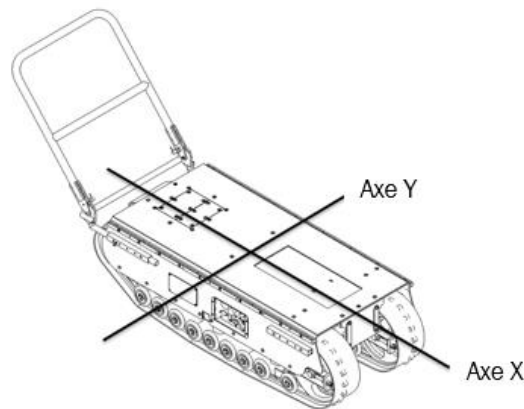

Figure 8 : Axes d'inclinaison
- Si la machine atteint un angle de 20° en montant sur une surface inclinée (inclinaison autour de l'axe Y, voir la Figure 8), elle diminuera automatiquement sa vitesse afin d'assurer la sécurité de l'opérateur et des personnes se trouvant dans la zone d'opération. Lorsque la machine est inclinée autour de l'axe de X, (voir la Figure 8), la vitesse de la machine diminuera graduellement à mesure que l'angle augmente, jusqu'à ce qu'il atteigne 15°. La vitesse sera alors à son minimum. Dans les deux cas, le voyant lumineux du système de sûreté s'allumera une fois la vitesse réduite.